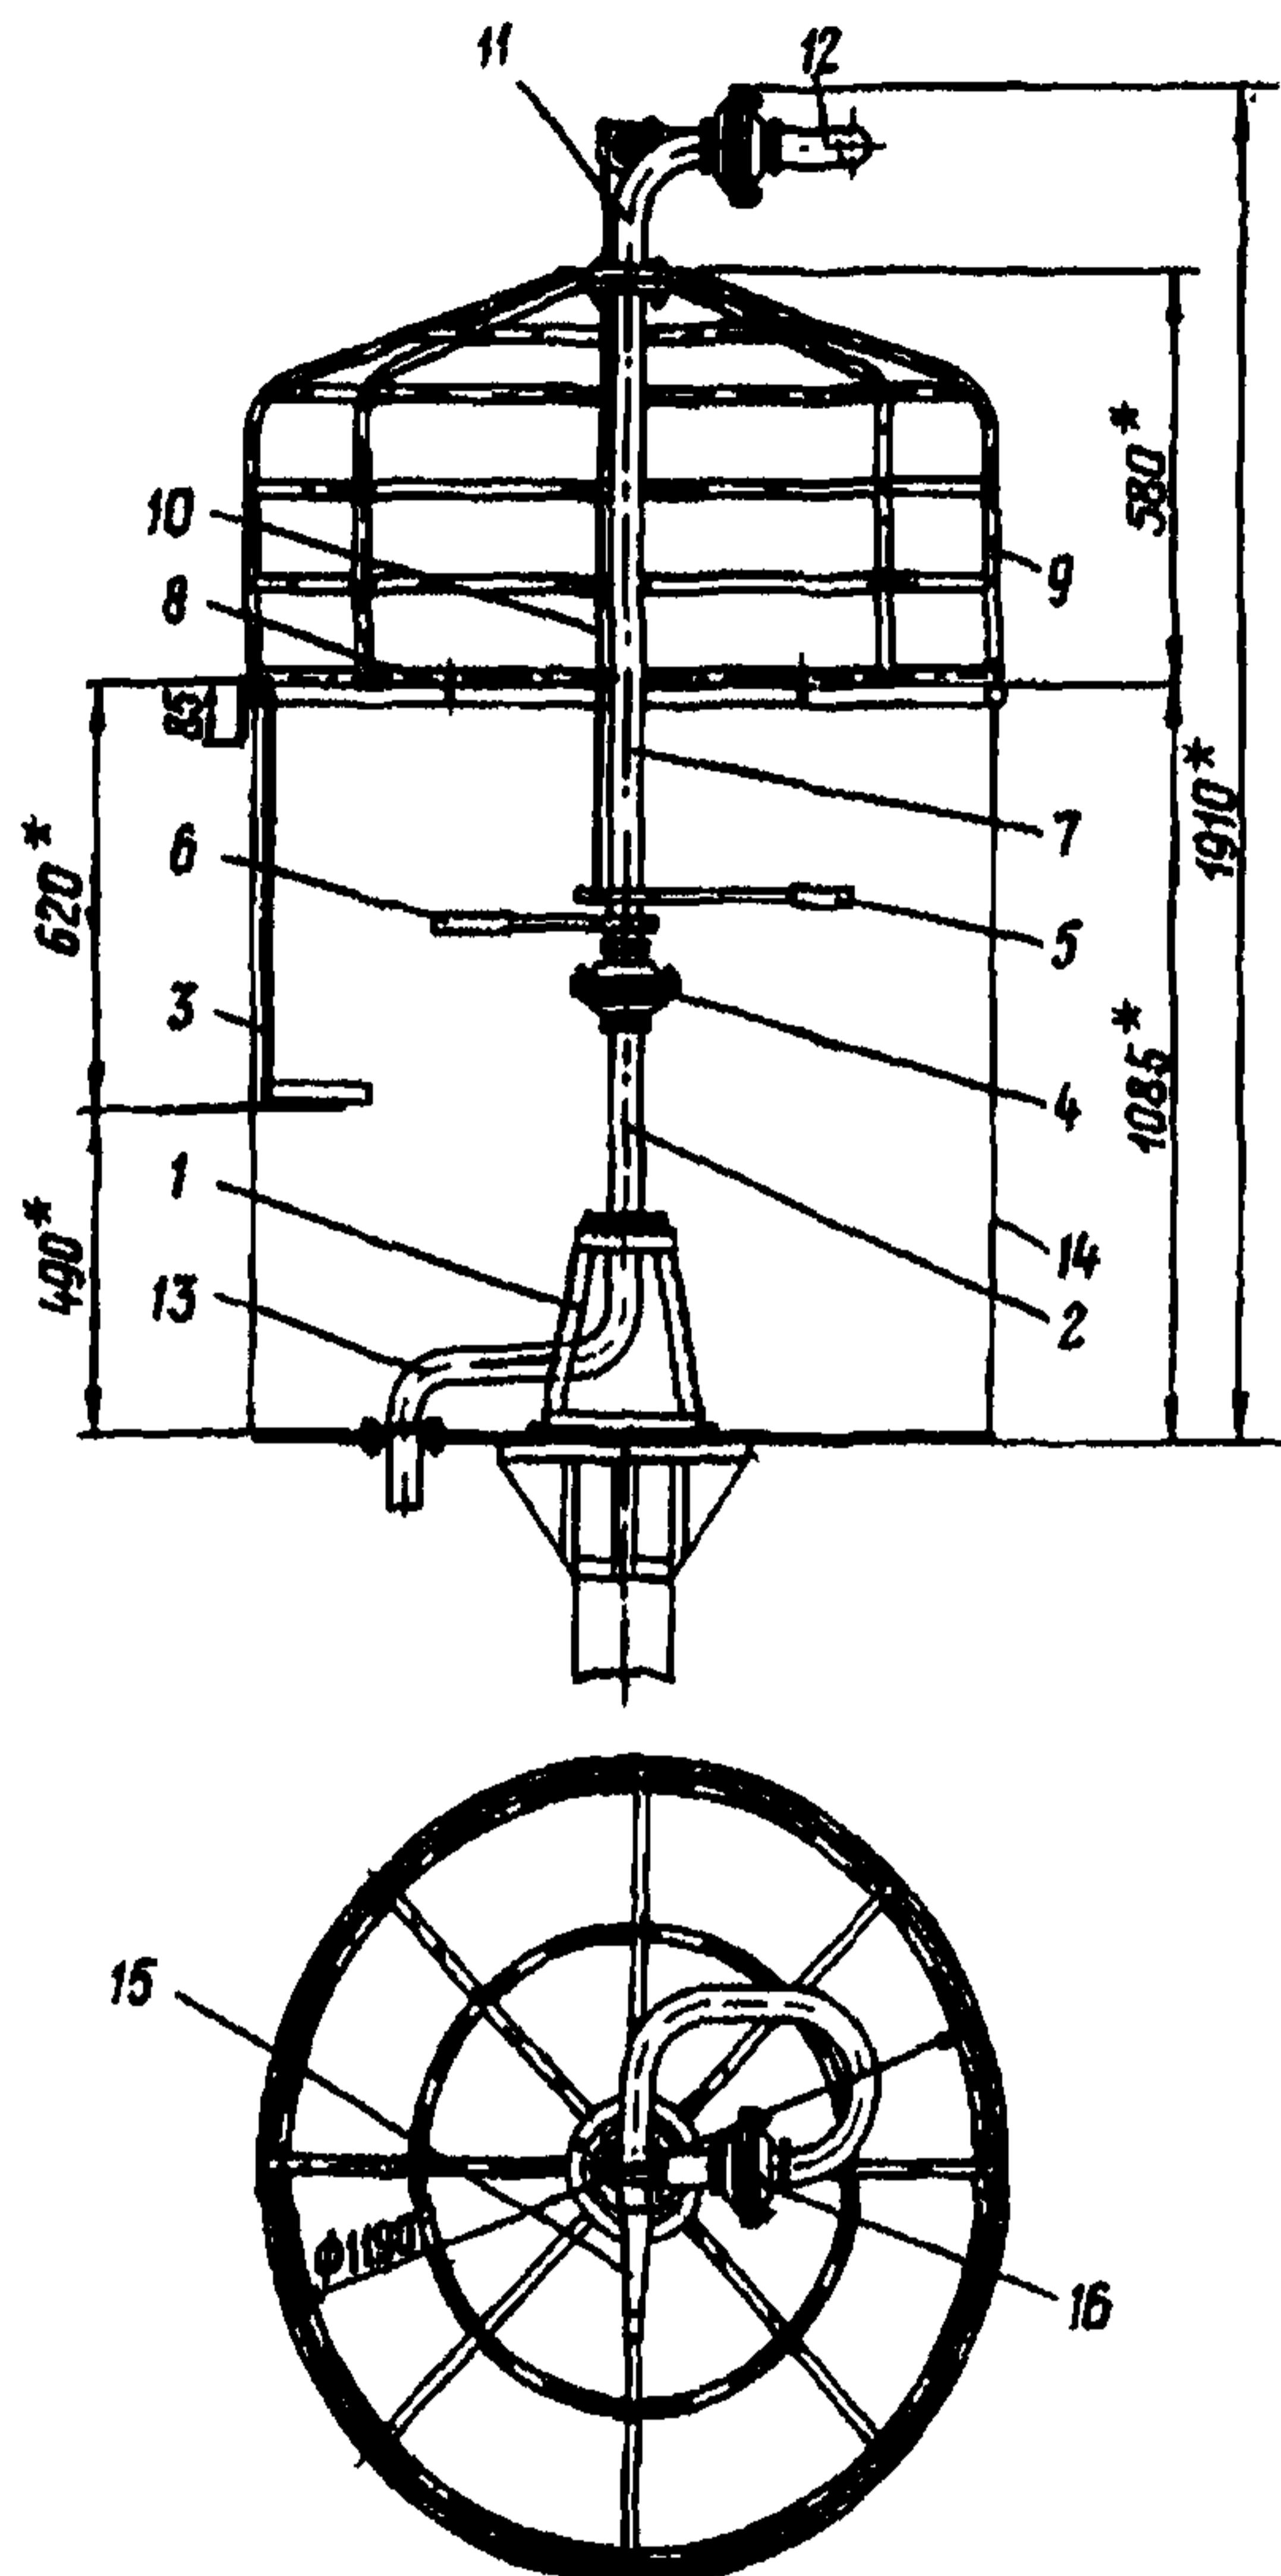

Рис.1. Струйно-направляющий аппарат для обмыва ВЛ 220-500кВ:
2.5. Защита электромонтера-оператора от воздействия электрического поля при работах на ВЛ 330-500кВ осуществляется защитным экраном, являющимся одновременно конструктивным элементом струйно-направляющего аппарата (рис.1).
- струйно-направляющим аппаратом (см. рис.1) со стволовом и комплектом коническо-цилиндрических насадков с диаметром выходного отверстия 12, 14 и 16мм. Устройство не сложно по конструкции и может быть изготовлено силами энергосистемы. Чертежи устройства можно получить в ПО "Союзтехэнерго" (105023, Москва, Семеновский пер., д.15);
- защитным экраном 9, устанавливаемым на корзине телескопической вышки (см.рис.1);